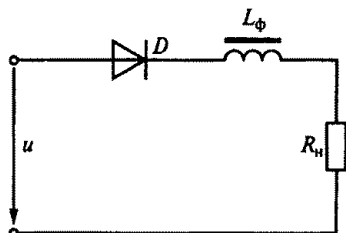

Рис. 199
8.10. Каково правильное соотношение между индуктивным сопротивлением $x_L = \omega L_\Phi$ сглаживающего дросселя и сопротивлением нагрузки R_n для схемы на рис. 199?